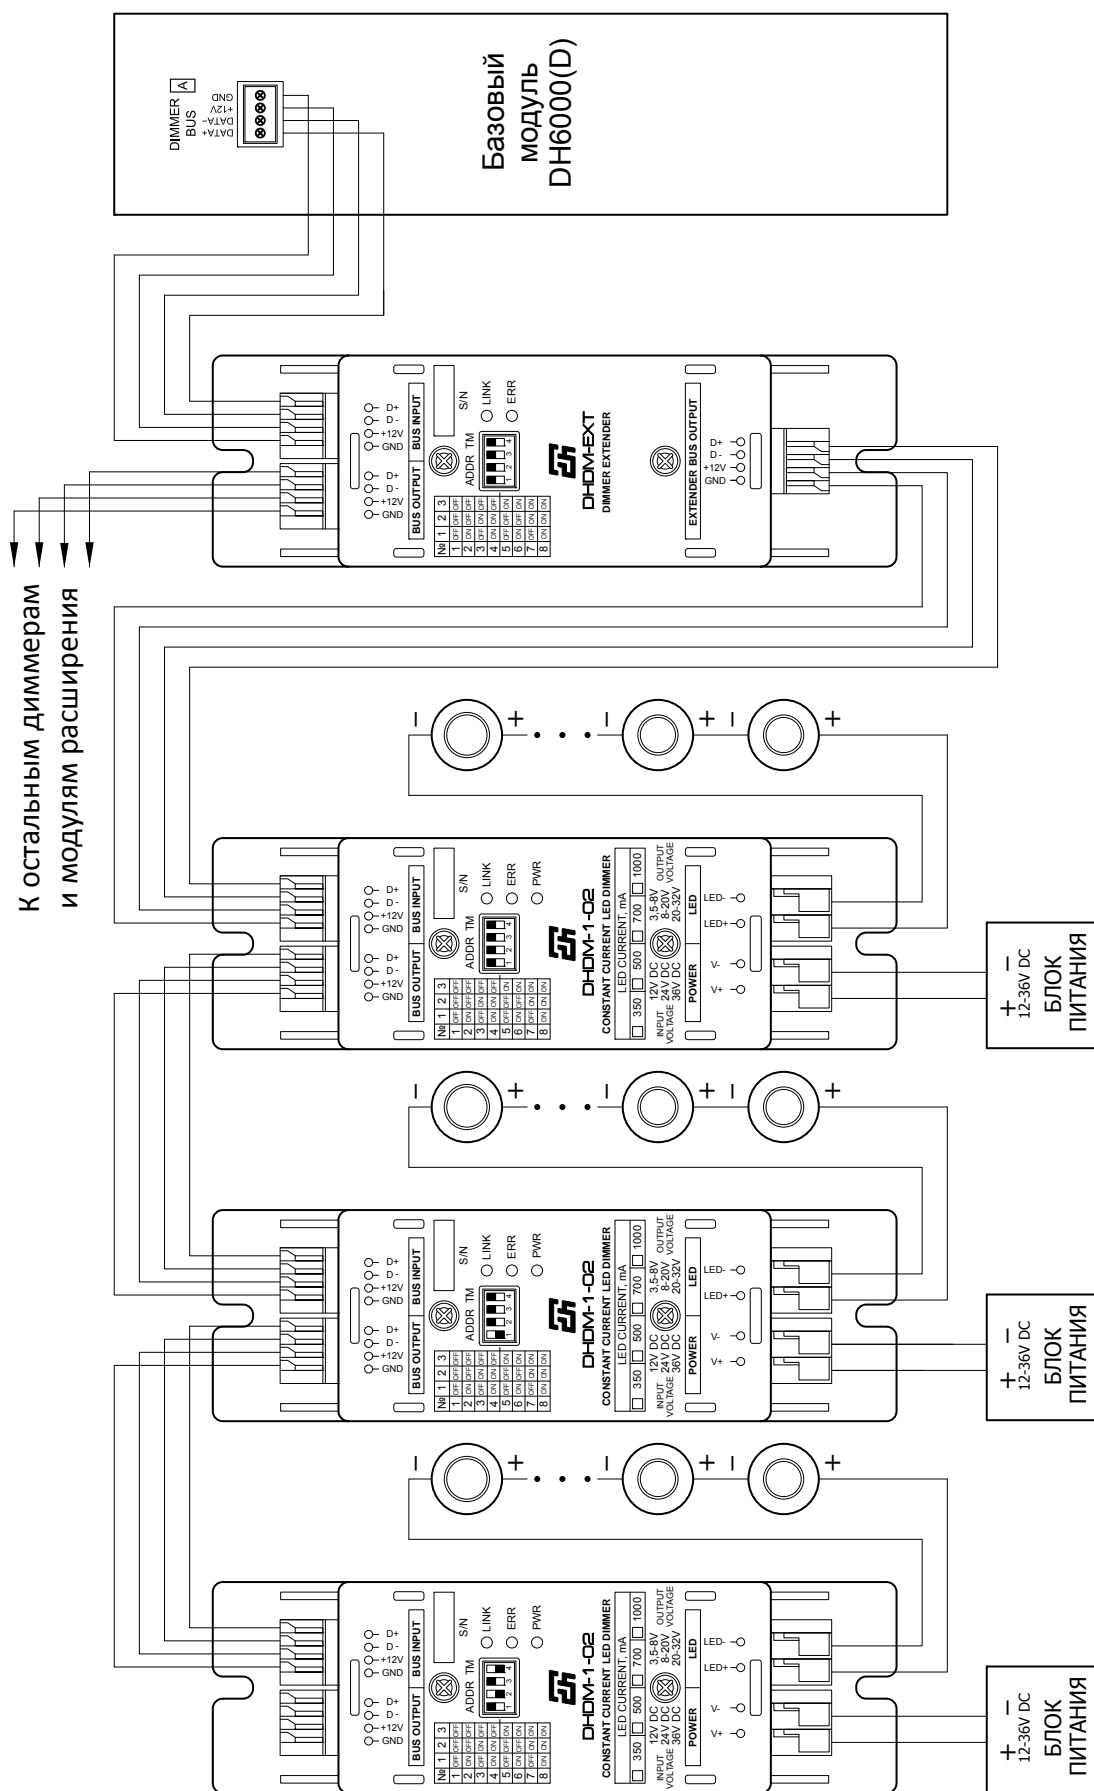
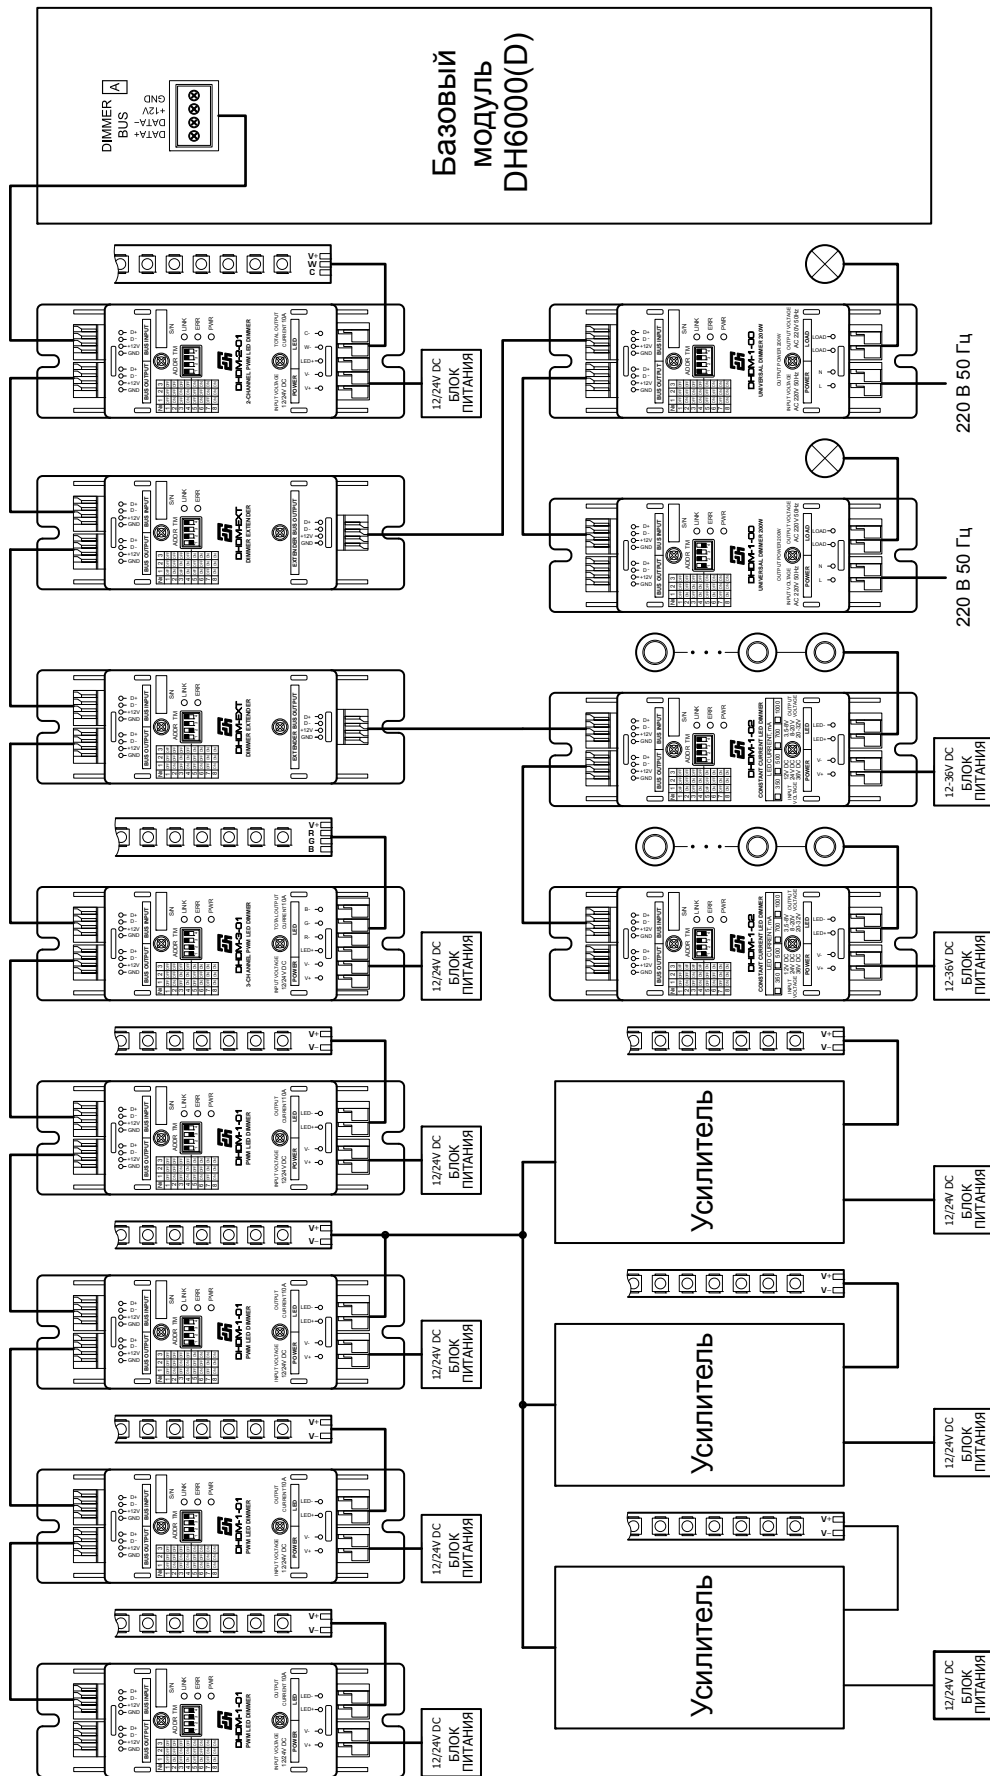

Рис. 3. Схема подключения трех диммеров DHDM-1-02 к модулю расширения DHDM-EXT
Рис. 4. Блок-схема возможного подключения диммеров Digihouse
2. На шине диммеров нет свободных адресов. В этом случае диммеры, которые должны работать параллельно, подключаются к модулю расширения DHDM-EXT. Модуль расширения принимает данные из шины диммеров, в соответствии с установленным адресом, и транслирует их на свой выход. Все диммеры, подключенные к шине модуля расширения, получают одинаковые данные и работают параллельно. К модулю расширения можно подключить до 8 диммеров. У каждого диммера должен быть установлен свой адрес переключателем ADDR. Не допускается использование диммеров с одинаковыми адресами. У самого последнего диммера на шине, движок переключателя ТМ должен быть переведен в положение ON. Этот переключатель подключает к шине терминальный резистор для согласования шины. Адреса необходимо устанавливать для того, чтобы можно было определить на каком диммере есть неисправность, и какая. Информация о правильном подключении диммеров к шине модуля расширения, наличии напряжения питания светильников, срабатывании системы защиты от перегрева передается в базовый модуль и отображается в программе конфигурации. Схема подключения нескольких диммеров DHDM-1-02 к модулю расширения DHDM-EXT приведена на рис. 3. На рис. 4 приведена блок-схема возможного подключения диммеров Digihouse.